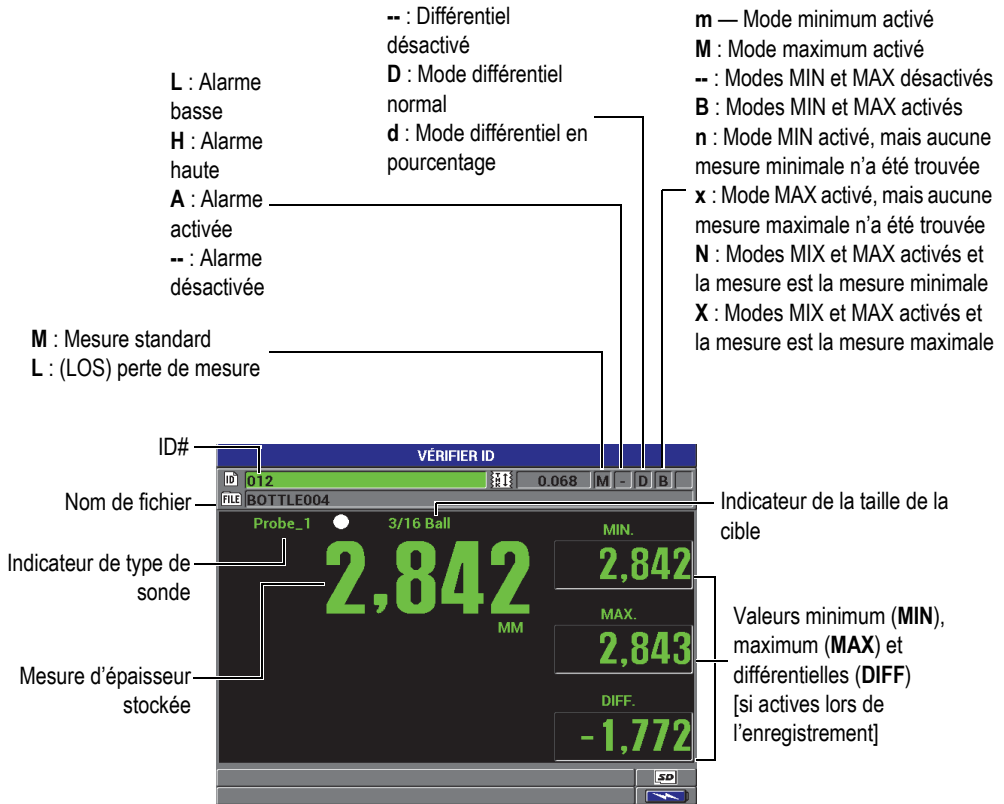

Figure 7-15 Écran VÉRIFIER ID
Un exemple d'écran VÉRIFIER ID et une description de son contenu sont illustrés dans la Figure 7-15 à la page 143. Les marqueurs sont représentés par les mêmes abréviations à une lettre que les mots d'état transmis par le mesureur à l'aide des commandes d'envoi.
2. À partir de l'écran de mesure, appuyez sur la touche **[ID#]** pour ouvrir l'écran **VÉRIFIER ID** (voir la Figure 7-15 à la page 143) :